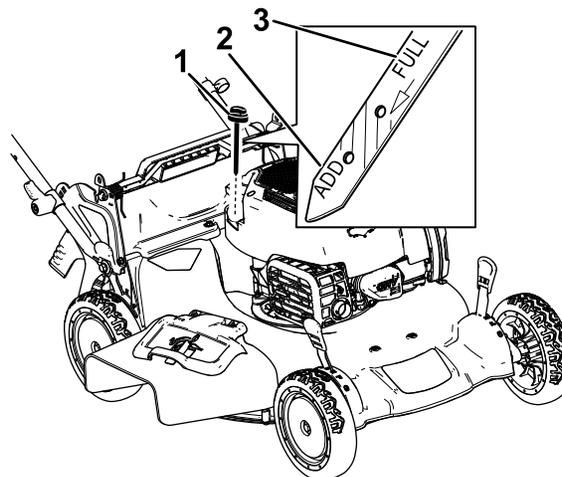

Bild 14
2. Entfernen Sie den Peilstab, indem Sie den Deckel nach links drehen und herausziehen (Bild 14).
5. Lesen Sie den Ölstand am Peilstab ab. (Bild 14)
- Wenn der Ölstand am Peilstab zu niedrig ist (Bild 14), füllen Sie langsam etwas
- Wenn der Ölstand am Peilstab zu hoch ist (Bild 14), lassen Sie Öl ab, bis der Ölstand am Peilstab richtig ist, siehe Wechseln des Motoröls \(Seite 18\).